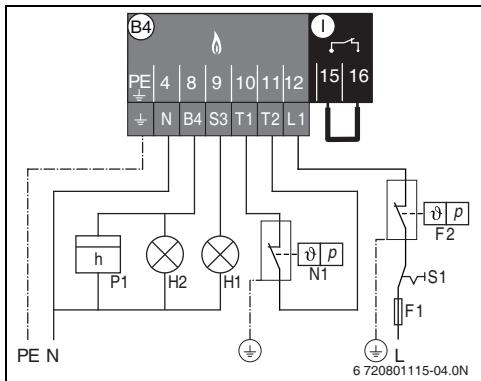

Fig. 11 Morsettiera BR per bruciatore gas-gasolio
- ▶ Tutte le misure volte alla sicurezza vanno prese a cura del cliente. Queste vanno collegate ai morsetti di sicurezza sul ponticello presso il contatto del settore I (→ fig. 11) nell'area 230VAC. A tale scopo togliere il ponticello [1].